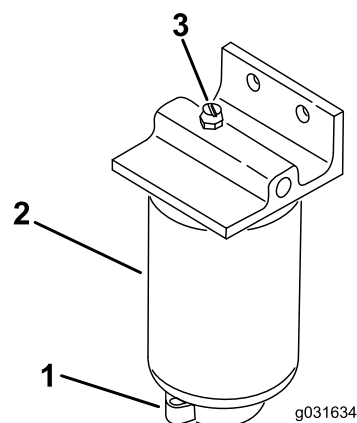

Рисунок 49
2. Ослабьте сливной кран в днище фильтра (Рисунок 49).
1. Очистите область креплений фильтра (Рисунок 49).